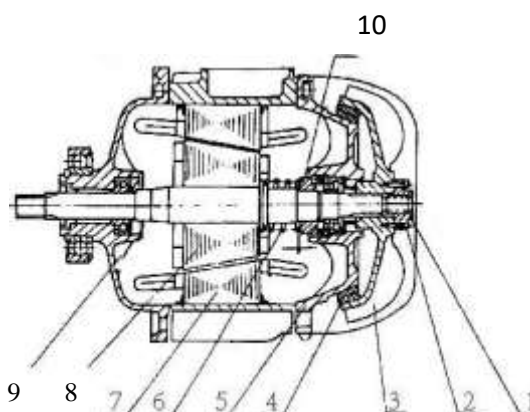

Рис. 16: Подъемный двигатель модели CD1 грузоподъемностью 0,5-5 тонн
Подъемный двигатель (рис. 16) представляет собой двигатель с коническим ротором и тормозом. Когда на двигатель подается питание, под действием осевого тягового усилия в магнитном поле ротор оказывает давление на пружину тормоза, и вентиляторный тормозной диск отходит от задней крышки. В результате начинается вращение двигателя.
Метод регулировки: см. рис. 16. Ослабьте винт (2) и подтяните запорную гайку (1), чтобы увеличить давление на пружину (6) и получить большее значение момента торможения. Затяните винт (2). Убедитесь, что значение осевого скольжения находится близко к нормальному значению 1,5. (Данные могут быть получены в ходе нескольких запусков). Если этот метод не дает результата, произведите регулировку согласно пункту «Типичные неисправности и их устранение».
- (1) Гайка
- (2) Винт
- (3) Вентиляторный тормозной диск
- (4) Коническая накладка
- (5) Задняя крышка
- (6) Нажимная пружина
- (7) Статор
- (8) Ротор
- (9) Передняя крышка
- (10) Опорное кольцо